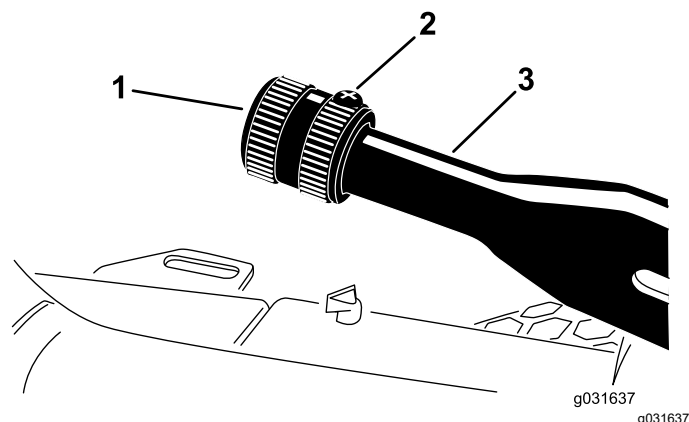

Figura 60
1. Desaperte o parafuso de afinação que fixa o manípulo à alavanca do travão de estacionamento (**Figura 60**).